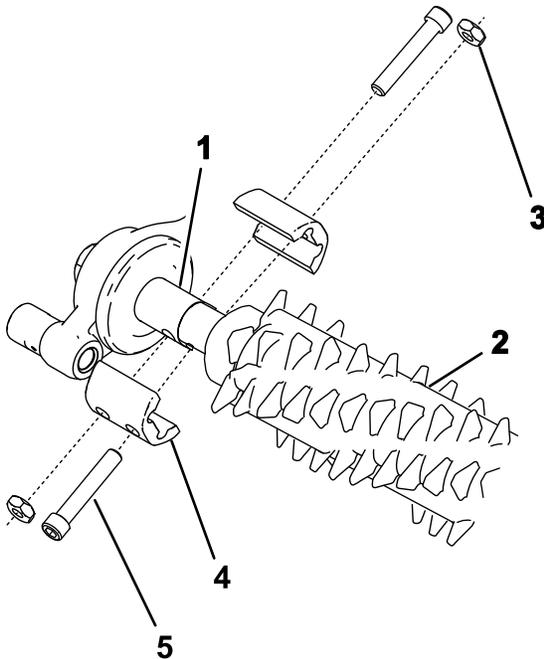

図 23
2. グルーマを、駆動ボックスとアイドルアセンブリとの間にセットする 図 23。
3. 図 23のように、グルーマをマシンに取り付けるボルトは軽く締めた状態にする。